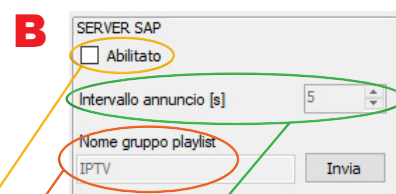

Fig. 65
Nella sezione SERVER SAP (B), illustrata in fig. 65, è possibile attivare il servizio e personalizzarlo inserendo un nome nel campo NOME GRUPPO PLAYLIST.